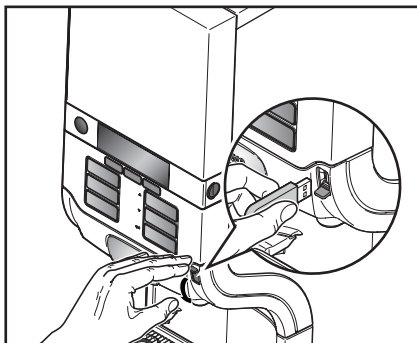

Bild 29
- Anslut medföljande USB-nyckel till USB-porten på apparaten (bild 29).